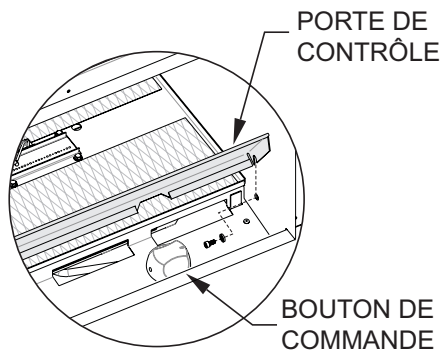

Figure 14
- b. Retirer les deux boulons d'articulation et les rondelles de la porte de contrôle. **Voir figure 14.**